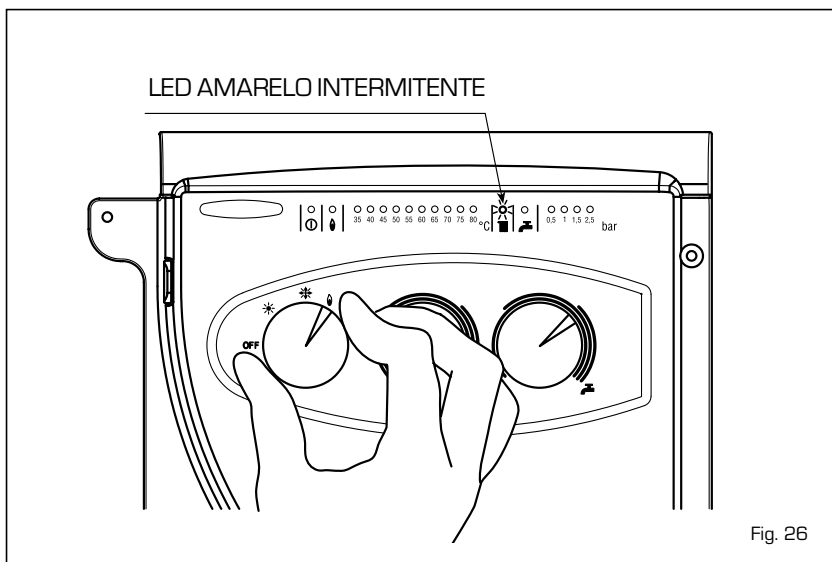

Fig. 26
Para verificar a combustão da caldeira, rodar o selector e permanecer na posição (0) até que o led amarelo (III) comece a piscar (fig. 26).